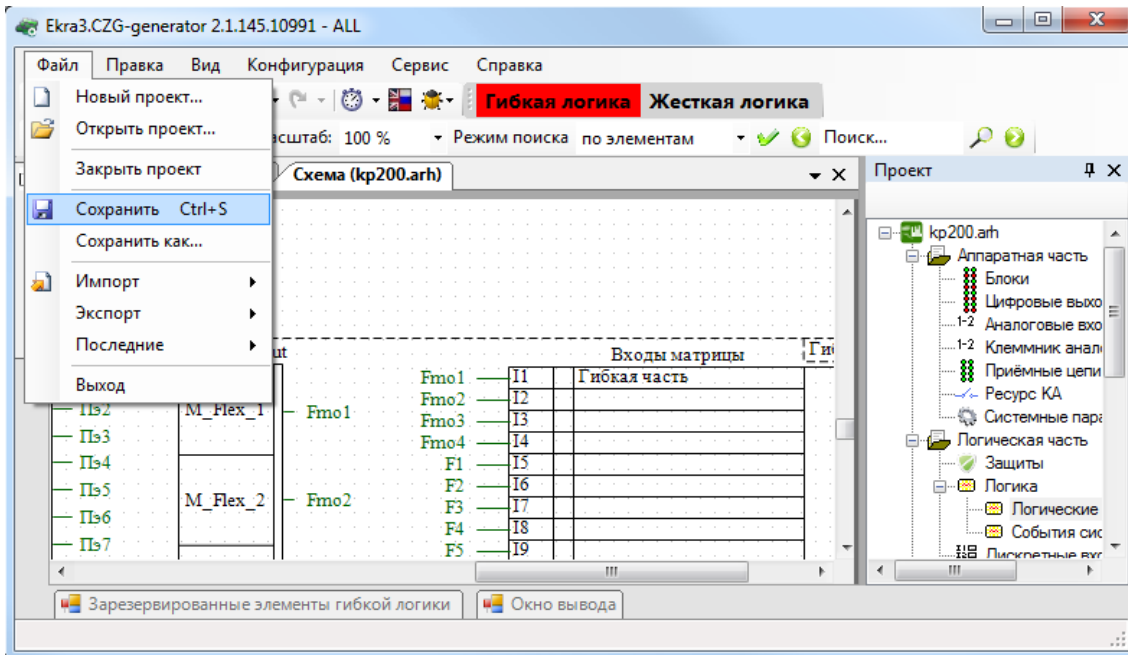

Рисунок 4.26
4.7.1 Для сохранения конфигурации выбрать пункт главного меню **Файл** → **Сохранить** (см. рисунок 4.26).